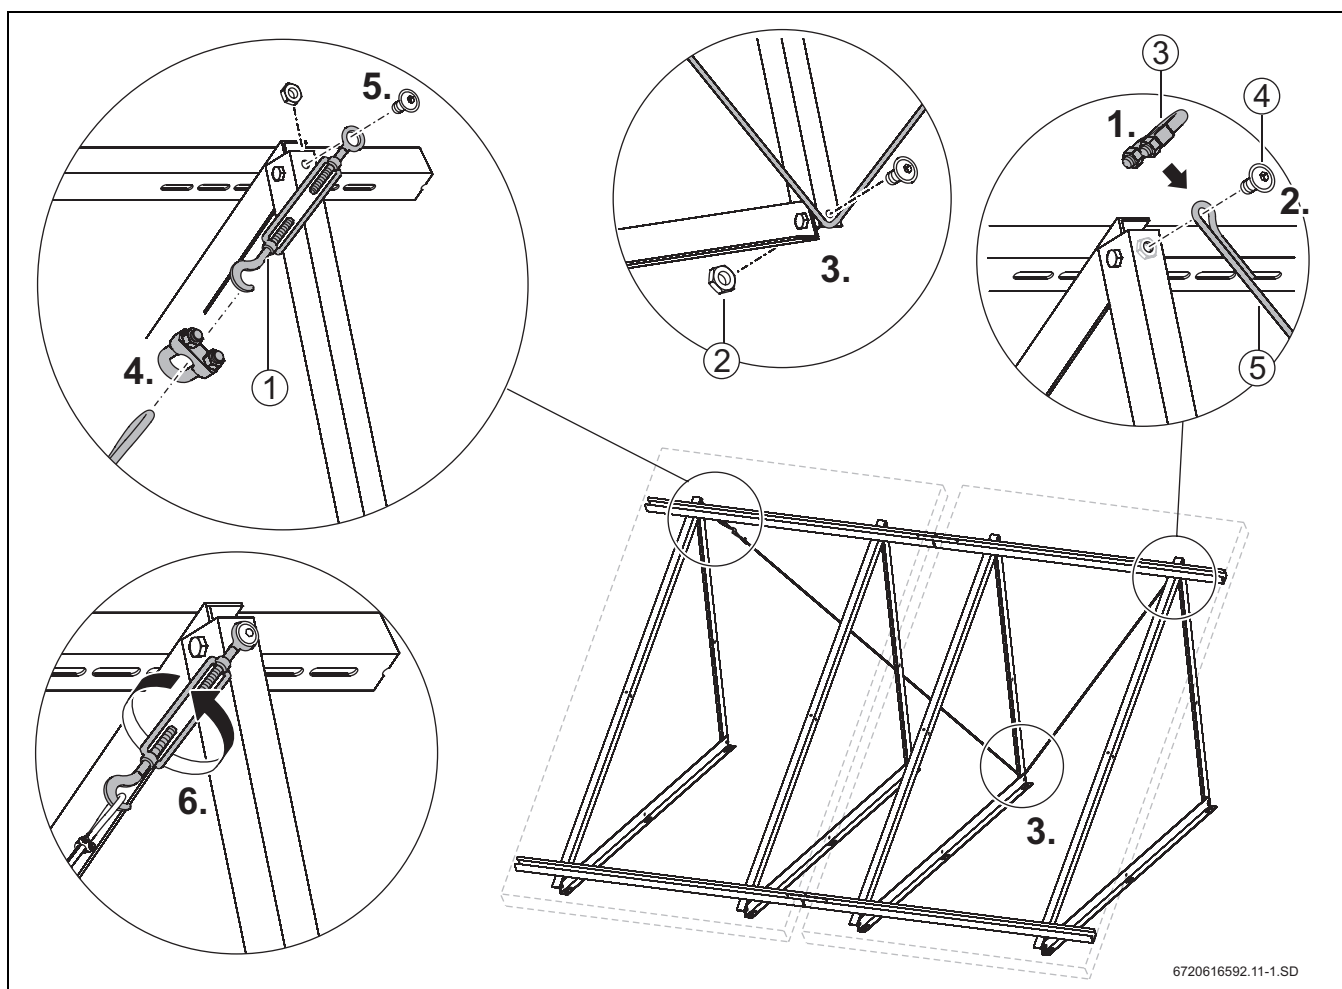

Fig. 24 Anbring altid vindafstivningen (trådwiren) på to lodrette solfangere
- ▶ Stram skruen og møtrikken (fig. 24, [2]) tilstrækkeligt.